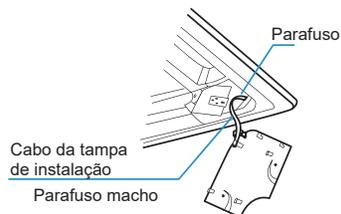

Figura 25
1. Fixe o cabo da tampa de instalação no parafuso da tampa de instalação com os parafusos autorroscantes. Consulte a Figura 25